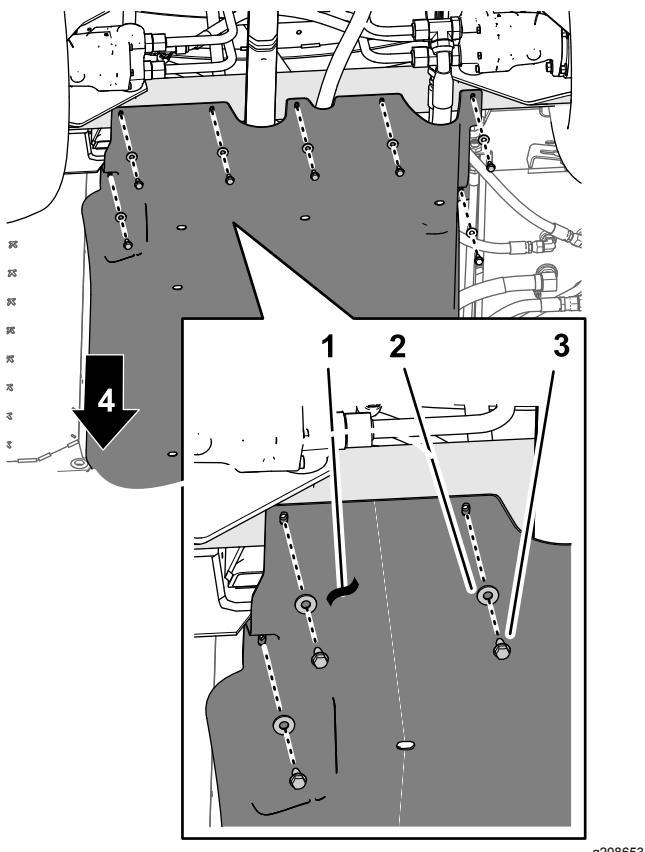
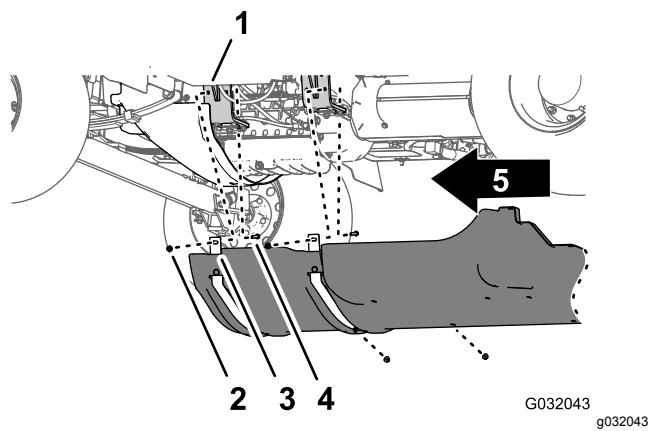

Figure 5
Figure 6
1. Retirez les fixations suivantes qui fixent l'arrière du carénage de soubassement au châssis de la machine (Figure 5):
2. Retirez les 4 contre-écrous à embase (5/16") des boulons et les boulons de carrosserie qui fixent les barrettes de support du carénage de soubassement aux supports du moteur de la machine (Figure 6).
4. Déposez le carénage de soubassement de la machine (Figure 5 et Figure 6).